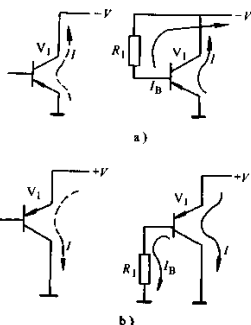

图 1-66 PNP 型三极管各电极直流供电电路
(2) PNP 型三极管直流电路。用如图 1-66 所示电路可以说明 PNP 型三极管直流电路, 如图 1-66a 所示是采用 $-V$ 供电时的电路。由于 PNP 型三极管的发射极箭头向管内, 说明发射极电流向管内流, 集电极电流则流出管外, 这样要求发射极电压大于集电极电压, $-V$ 端应该接集电极, 发射极接地端 (负电源的正极端)。